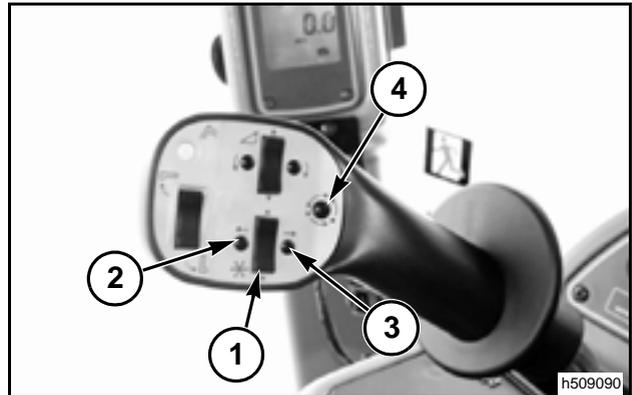

FIG. 78
FIG. 78: Elevación/bajada del molinete - la tecla de elevación/bajada (1) del molinete controla la altura del molinete del mismo modo que la tecla de elevación/bajada.